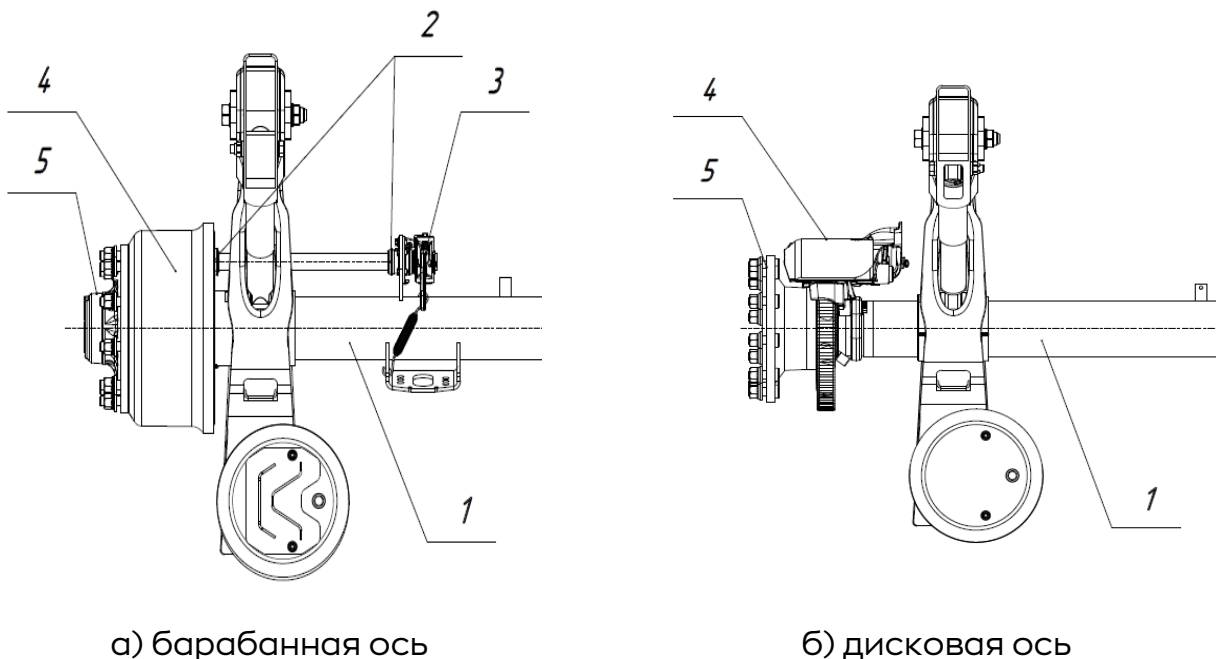

Рис. 1.8 – Оси
Оси полуприцепа (рис. 1.8) состоят из осевой балки (1), опор вала разжимного кулака тормозной камеры (2), ручного регулировочного рычага (3), тормозного барабана с колодками (для барабанного тормоза) или суппорта с колодками (4) (для дискового тормоза), а также ступиц (5).